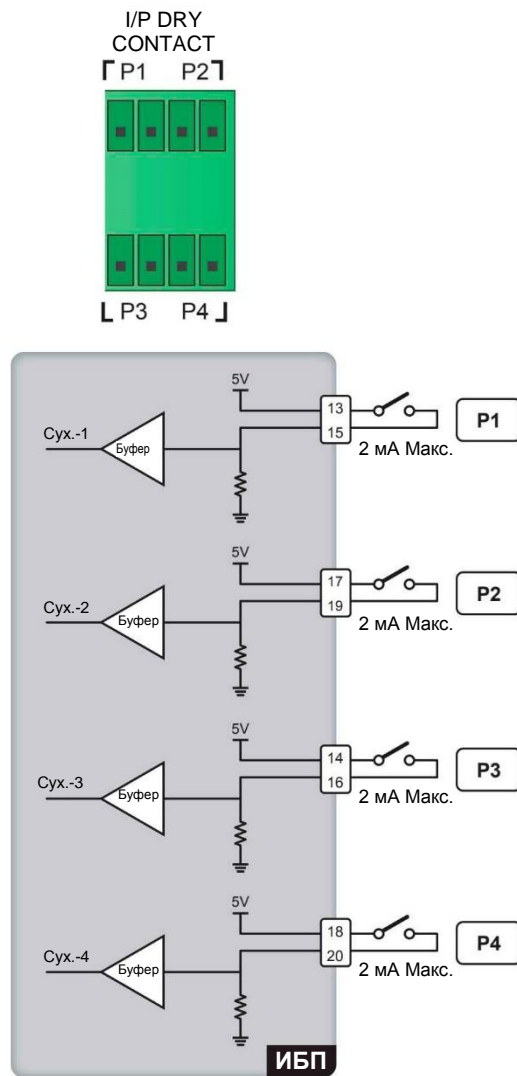

Рисунок 4-10: схема сухих входных контактов
Имеется комплект из 4 программируемых входных сухих контактов (см. **Рисунок 4-10**). Входные сухие контакты позволяют ИБП принимать внешние сигналы с периферийных устройств, на которые ИБП отвечает соответственно. Используйте сенсорную панель для настройки каждого сухого контакта как нормально разомкнутого (NO) или нормально замкнутого (NC). Каждому входному сухому контакту можно назначить конкретное событие. Можно назначить до 10 событий, исходя из области применения ИБП. Для информации о таких 10 событиях см. таблицу ниже. Для изучения инструкций по настройке, свяжитесь с местным дилером или обратитесь к п. **7.10.6 Настройка сухих контактов**.